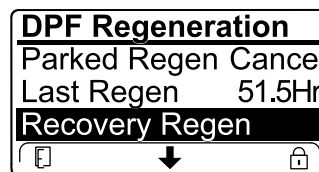

Figura 48
- În cazul în care computerul motorului nu a solicitat o regenerare de recuperare și derulai în jos la opțiunea RECOVERY REGEN (Regenerare de recuperare), regenerarea de recuperare se blochează și pictograma de blocare (Figura 48) apare în colul dreapta jos al InfoCenter.